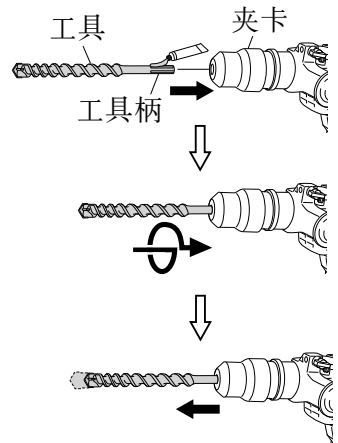

图 9
- (1) 先擦净，然后用自带的滑脂（装于绿管中）涂抹工具柄。
- (2) 安装工具（五槽圆柄）时，如图 9 所示，将它插入孔内直至其抵达孔底。